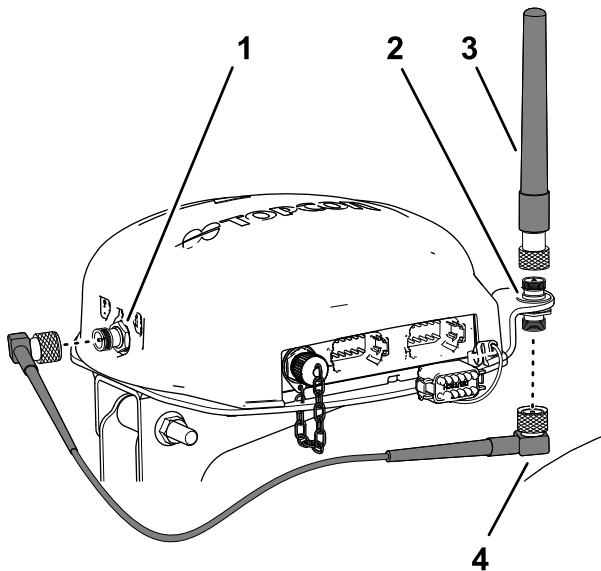

Figure 157
3. Assemblez l'antenne RTK sur le raccord supérieur du coupleur coaxial, et serrez l'écrou moleté de l'antenne à la main (Figure 157).
4. Serrez légèrement le câble d'antenne sur le raccord inférieur du coupleur coaxial (Figure 157).
5. Acheminez le câble derrière le récepteur de navigation jusqu'au connecteur coaxial du modem cellulaire CDMA ou GSM (Figure 157).
6. Branchez le câble d'antenne au connecteur coaxial du modem cellulaire CDMA ou GSM (Figure 157)